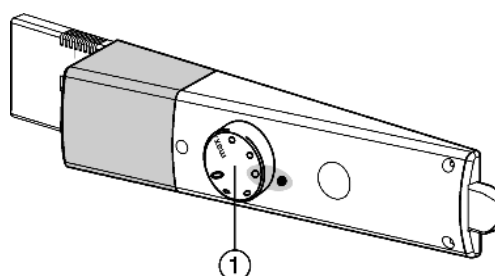

Fig. 2
- ▶ Girare il regolatore di temperatura Fig. 2 (1) verso destra dalla posizione 0 al punto 3.
► Girare il regolatore di temperatura Fig. 2 (1).